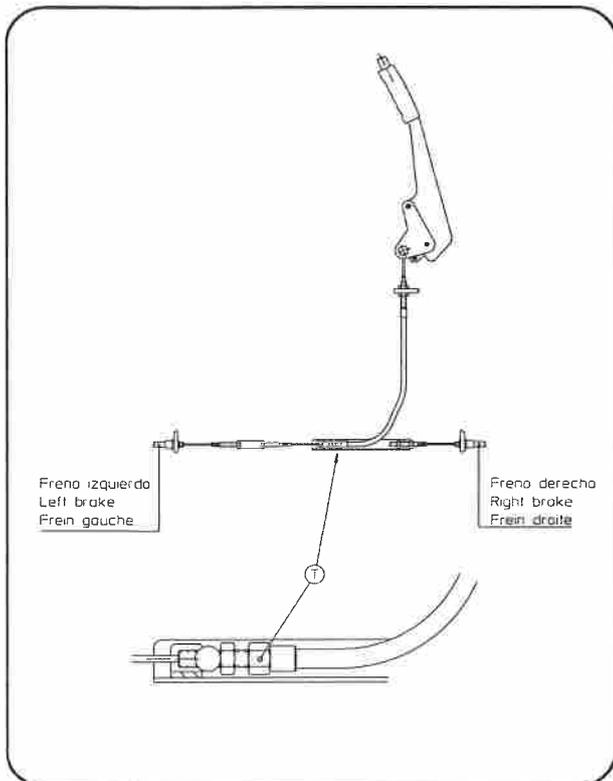

Fig. 27
4)FRENO ESTACIONAMIENTO (FIG. 27)
Después de regular el freno de servicio se puede ajustar el mando del freno de estacionamiento mediante el tensor T (Fig.27)